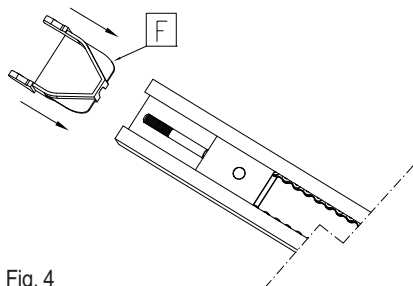

Fig. 4
- Inserire il particolare F nella guida (fig. 4).